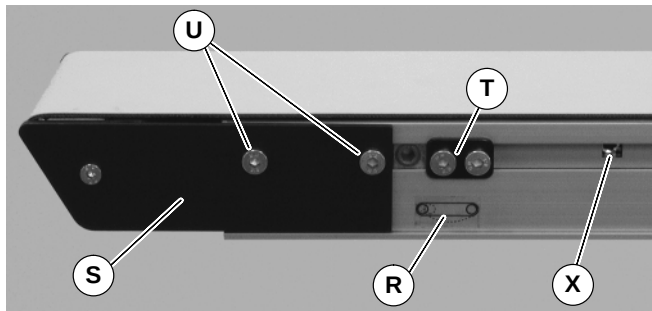

Abbildung 27
1. Am Spannende des Förderbandes, das mit einem  Etikett gekennzeichnet ist (R siehe Abbildung 27), vordere Deckplattengruppe anpassen (S): Zu beiden Seiten des Förderbandes die Befestigungsschrauben lösen (U) und das Ritzel drehen (X), um die vordere Deckplattengruppe anzupassen.
3. Nach dem Einstellen der entsprechenden Spannung die Befestigungsschrauben (U siehe Abbildung 27) zu beiden Seiten des Förderbandes mit 7 Nm festziehen.
4. Spurführungsnocken neu positionieren, (T siehe Abbildung 27), und Spurführung anpassen. Siehe „Spannen des Gurtes“ im nächsten Abschnitt.